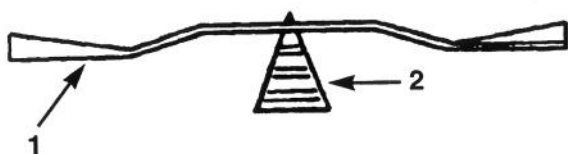

Figure 37
1. Poser la lame, la pièce de retenue, la rondelle incurvée (côté concave vers la lame) et le boulon (Fig. 37).
2. Contrôler l'équilibrage de la lame en la posant sur un équilibreur de lame (Fig. 37). La lame est équilibrée si elle reste horizontale, et peut donc être utilisée. Limer l'arrière de la lame si elle n'est pas équilibrée. Répéter la procédure jusqu'à ce que la lame soit équilibrée.